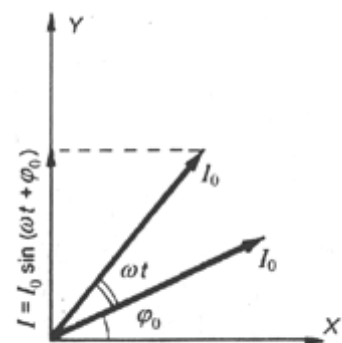

Рис. 1
Синусоидальные переменные токи выражаются через соотношения (1). Этот способ задания называется аналитическим. Часто, однако, пользуются графическим методом, который сильно упрощает расчеты сопротивлений в цепях переменного тока. Рассмотрим графический метод изображения переменных токов. Изобразим в прямоугольной системе координат переменный ток в виде отрезка величины  $I_0$ , так чтобы он образовал угол  $\varphi_0$  с осью  $X$ . Отрезок назовем вектором тока. Это начальное положение вектора тока (Рис.1)